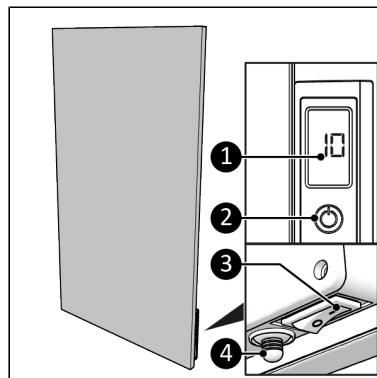

Figure 89.
1. Indstil ON/OFF-knappen til ON-positionen (Figure 89, pos. 3).
2. Tryk på ON/OFF-knappen på kontrolpanelet (Figure 89, pos. 2) eller på fjernbetjeningen.
3. Displayet (Figure 89, pos. 1) viser først den indstillede temperatur i 3 sekunder efterfulgt af omgivelsestemperaturen.